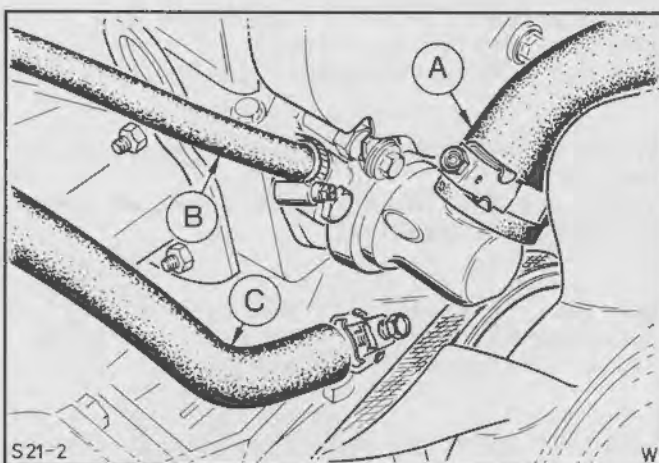

Fig.16. A - Kølerslange
4. Tap kølevæsken af, idet nederste kølerslange afmonteres fra vandpumpestudsens og øverste kølerslange løsnes fra vandafgangsstudsens og afmonteres, Fig.16.
5. Afmonter ekspansionsbeholderens forbindelsesslange fra vandafgangsstudsens, Fig.16.